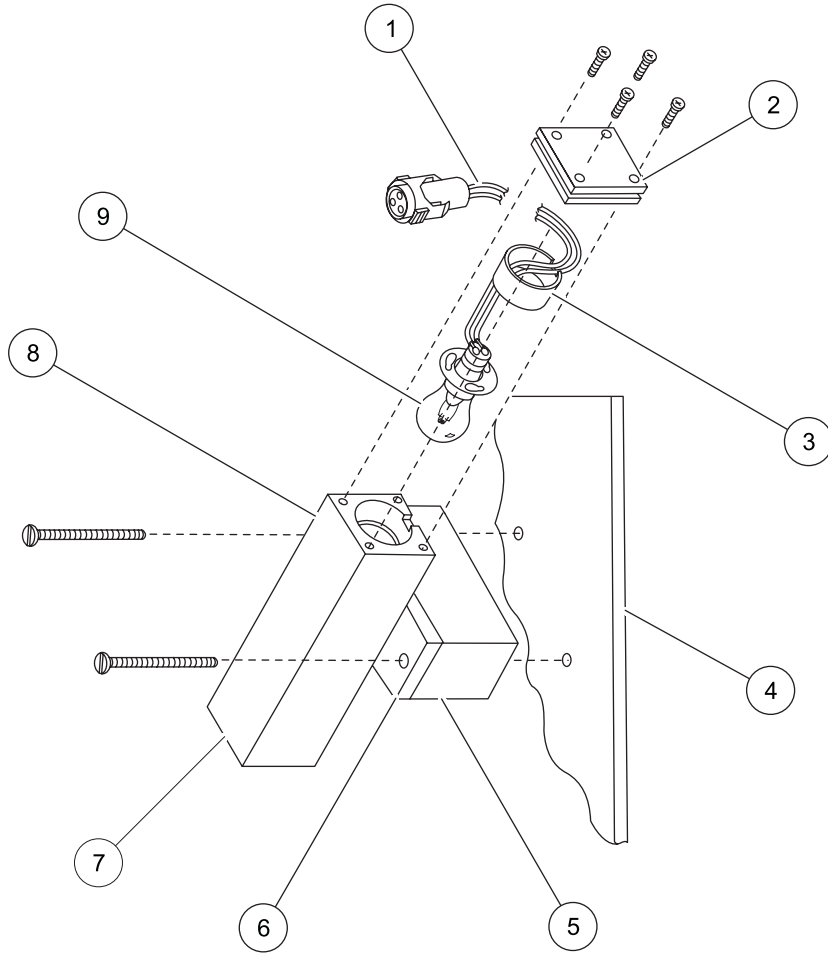

图 16 灯的更换
3. 拧下后板上固定光源总成的两个螺钉。取下光源总成（图 16）。